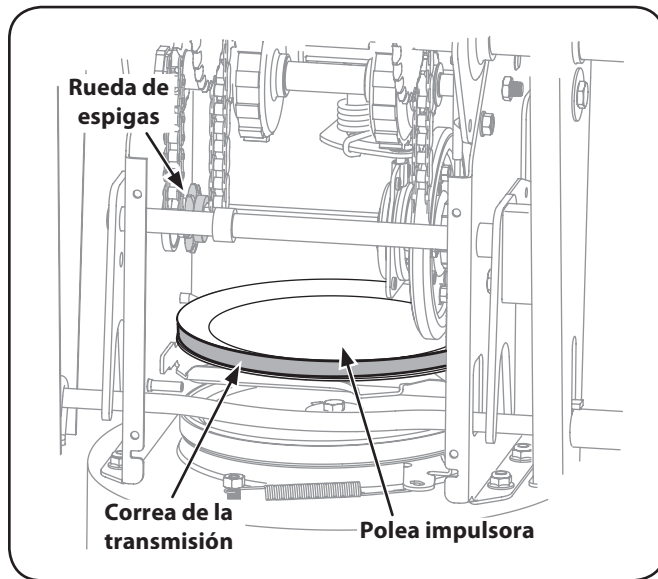

Figura 7-7
7. Quite la correa de transmisión de la polea y de entre la rueda de fricción y la polea de transmisión. Vea la Figura 7-7.
NOTA: Asegúrese de instalar el eje del engranaje de la rueda dentada a través de la Figura 7-7.